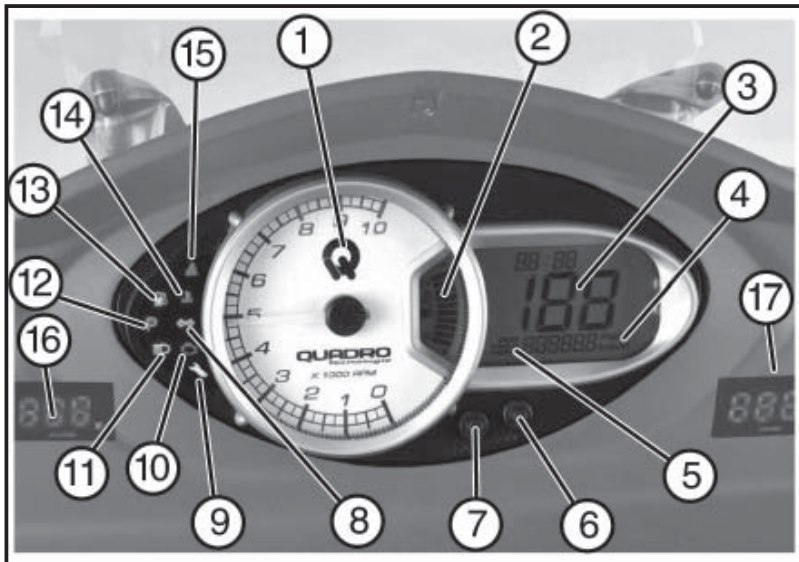

Abb. 02
4.6 LEGENDE COCKPITINSTRUMENTE (Abb. 02)